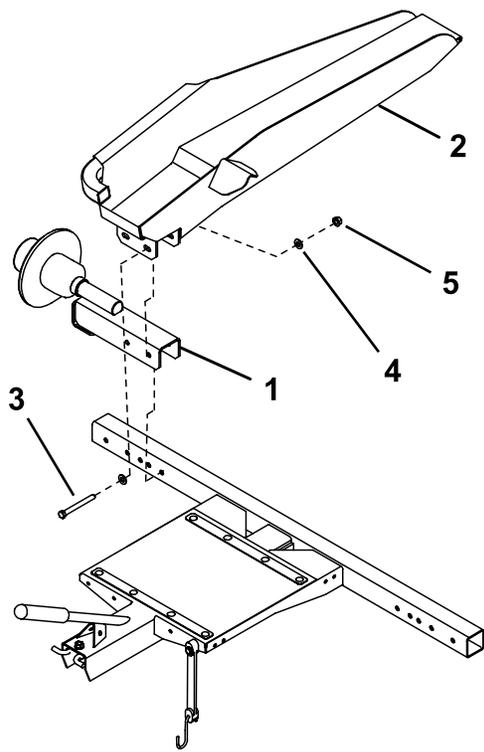

図 3
2. フレームの各端部に、アクスルアセンブリとランプアセンブリ 図 3 またはレールアセンブリ 図 4 を取り付けるボルト $\frac{3}{8}$ x 3" 2本、ワッシャ 4 枚、ナット 2 個を使用する。